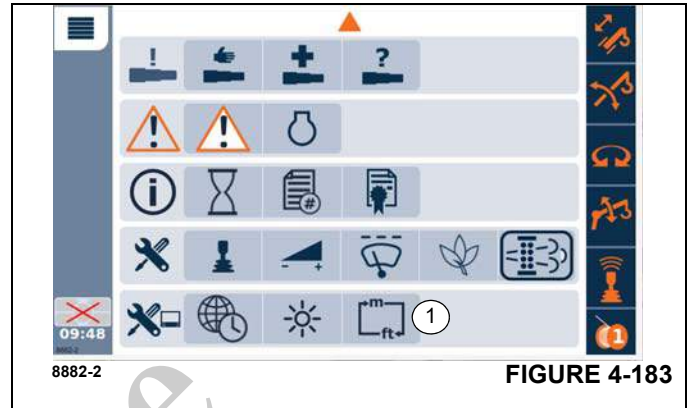

FIGURE 4-183
- Open the Switch Units Menu (1), (Figure 4-183).